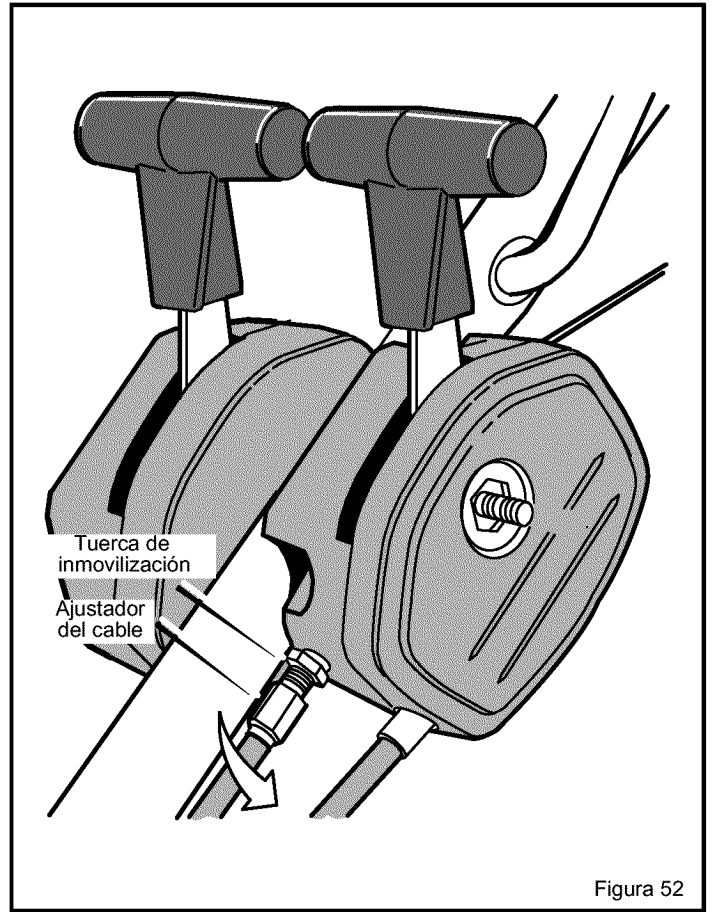

Figura 52
1. Si el sistema de transmisión está patinando, afloje la **tuerca de inmovilización** (vea la Figura 52).